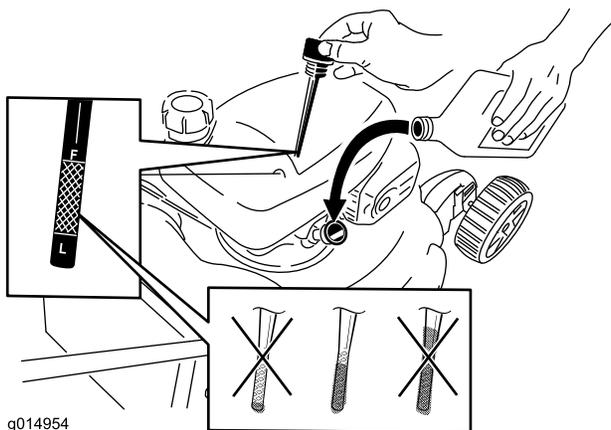

Figura 14
2. Togliete l'asta di livello (Figura 14).
5. Rimuovete l'asta di livello e controllate il livello dell'olio; fate riferimento a Figura 14.
- Se il livello dell'olio è troppo basso, aggiungete lentamente una piccola quantità di olio nel relativo tubo di riempimento, quindi ripetete le fasi da 3 a 5 fino a raggiungere il livello corretto mostrato in Figura 14.